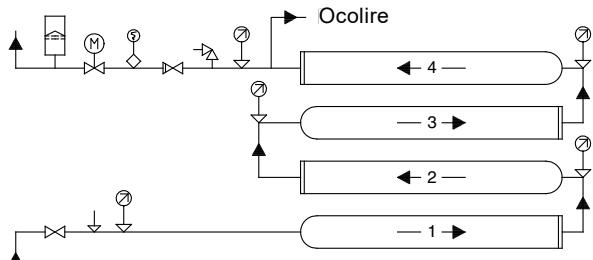

Fig. 6 Sistem de presurizare cu patru module conectate în serie, montate unul peste altul
- Pentru modulele conectate în serie, montate unul peste altul, recomandăm conectarea conductelor aşa cum se indică în fig. 6.